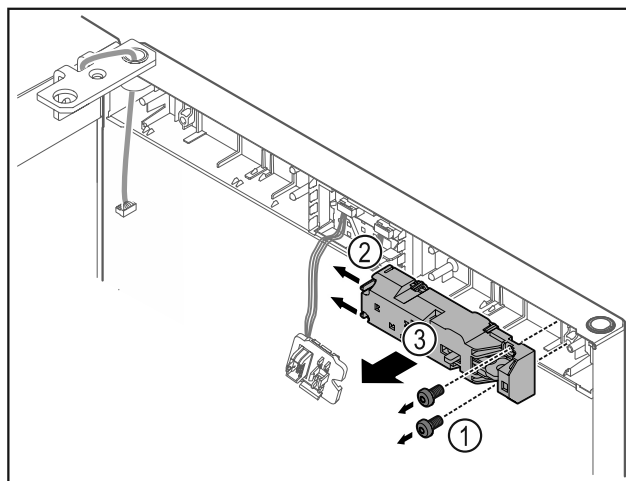

Fig. 17
- ▶ Hiqni vidat Fig. 17 (1).
- ▶ Shtyni anash gjuhëzat e kapjes Fig. 17 (2) dhe hiqni bravën me veprim distanca Fig. 17 (3).